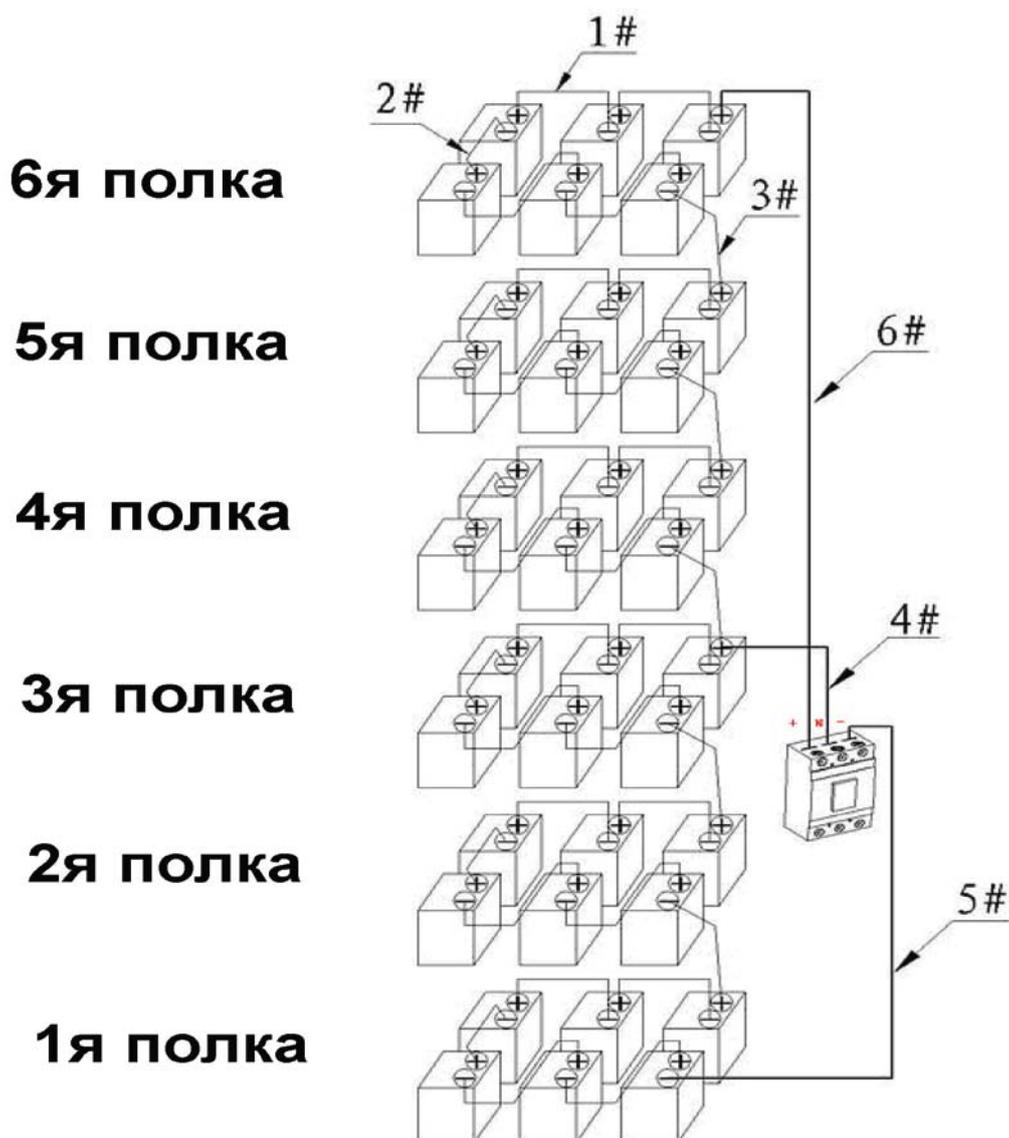

Рис. 6
2.5 После завершения подключения всех батарей кабель от БАТ+ с 6ой полки соедините с клеммой выключателя “+”(БАТ+), другой кабель от БАТ+ с 3ей полки (плюс 18ой батареей) подключите к общей клемме выключателя “N”(БАТN), последний кабель от БАТ- 1ой полки подключите к клемме “-” (БАТ-). См. рисунок 6.